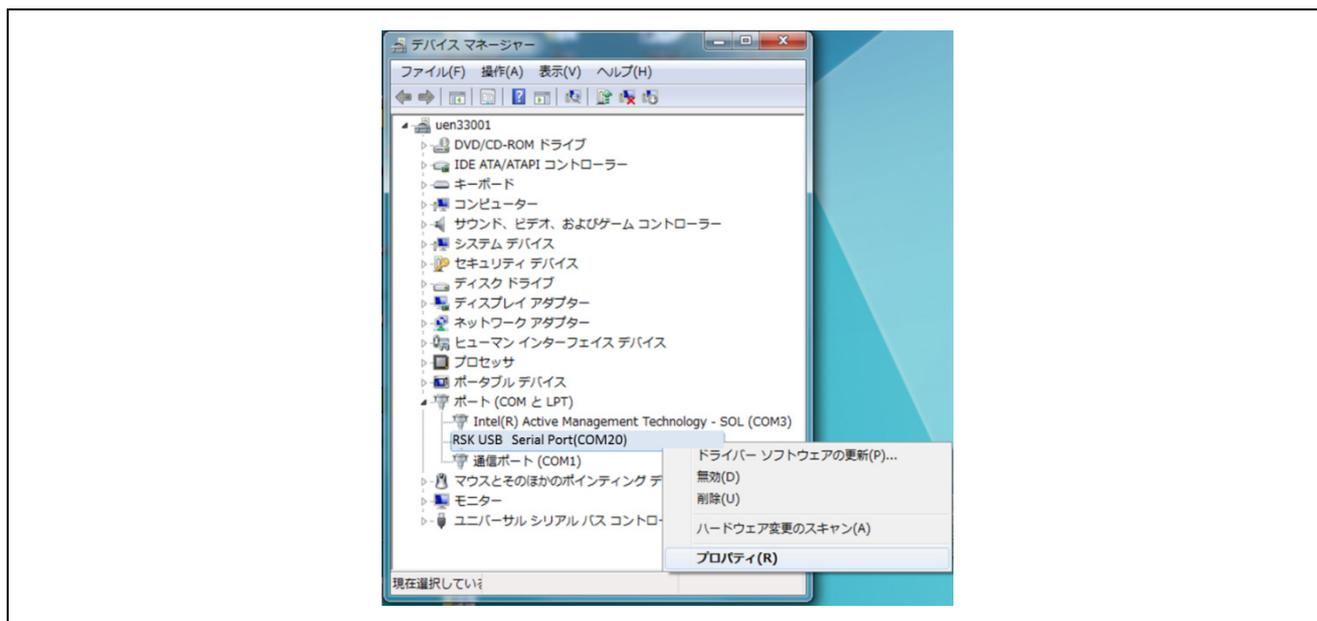

図 5.6 デバイスマネージャー画面 (COM ポートプロパティ選択)
1. デバイスマネージャー画面にて「ポート (COM と LPT)」→「RSK USB Serial Port」を右クリックし、「プロパティ(R)」を選択します。図5.6にデバイスマネージャー画面 (COMポートプロパティ選択) を示します。